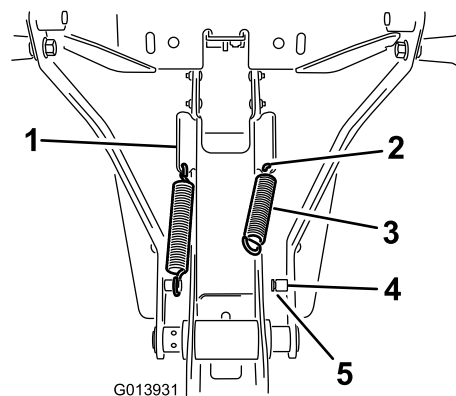

図 7
1. フレーム・アセンブリの側面にあるアングルタブの下端についている穴にスプリングを取り付ける図7。
2. スプリングの一端を穴に引っ掛ける図7。
3. スプリングの端部が柱の溝に適切にはまっていることを確認する図7。